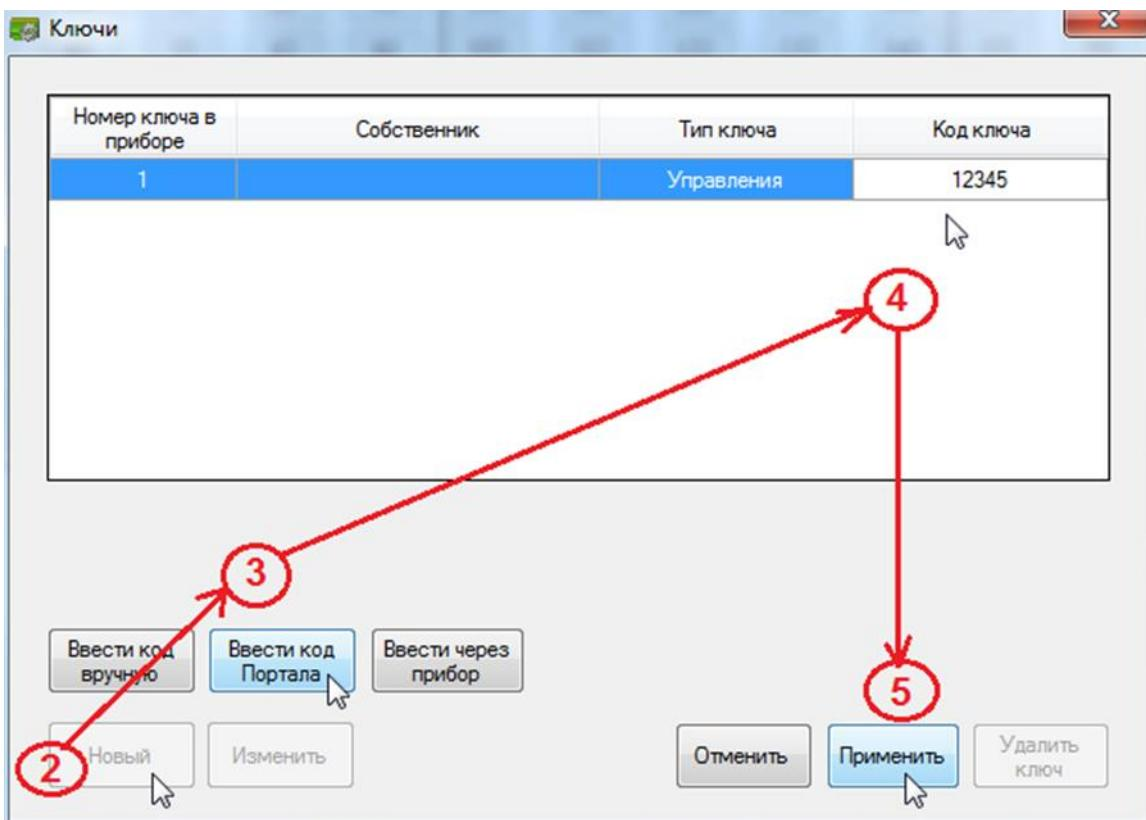

Рис. 23. Диалоговое окно процедуры добавления кодов «Портала»
- 2) в появившемся диалоговом окне «Ключи» нажмите кнопку «Новый» (Рис. 23, шаг 2) и затем кнопку «Ввести код Портала» (Рис. 23, шаг 3);
3) в поле «Код ключа» введите цифровой пароль, который будет вводится на клавиатуре «Портал» (Рис. 23, шаг 4);
4) нажмите кнопку «Применить» (рис. 23, шаг 5);